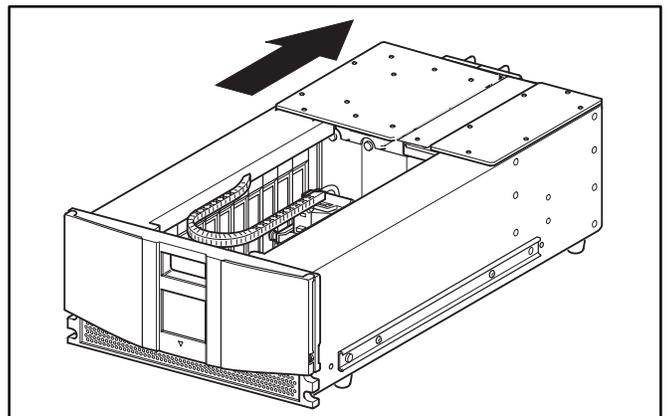

Figura 9: Instalación de la cubierta
15. Cuando la cubierta repose sobre la parte superior de la unidad, deslícela hacia atrás para alinear los orificios de montaje. Consulte la Figura 9.